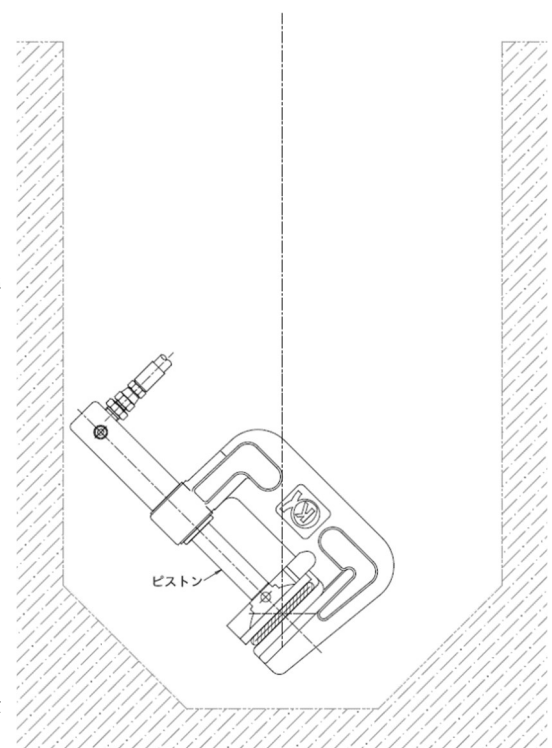

図. B-3
4. 3.の位置を一人がフレームを手で押さえて維持しながら、もう一人がハンドルを操作して、管を圧着し、仮止水します。* (図. B-3)